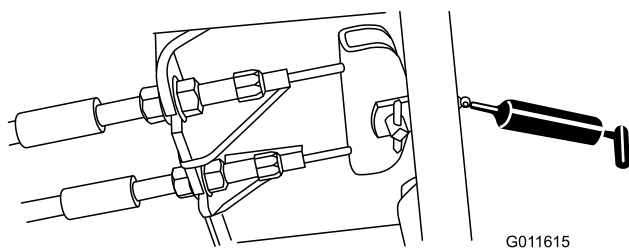

Figure 53
- Pédale de frein (1) (Figure 53)